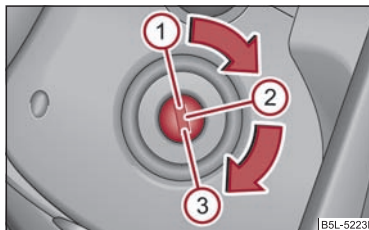

Fig. 114 Posiciones de la cerradura de encendido
- El motor se para girando la llave de contacto a la posición ① ⇒ página 112, fig. 114.